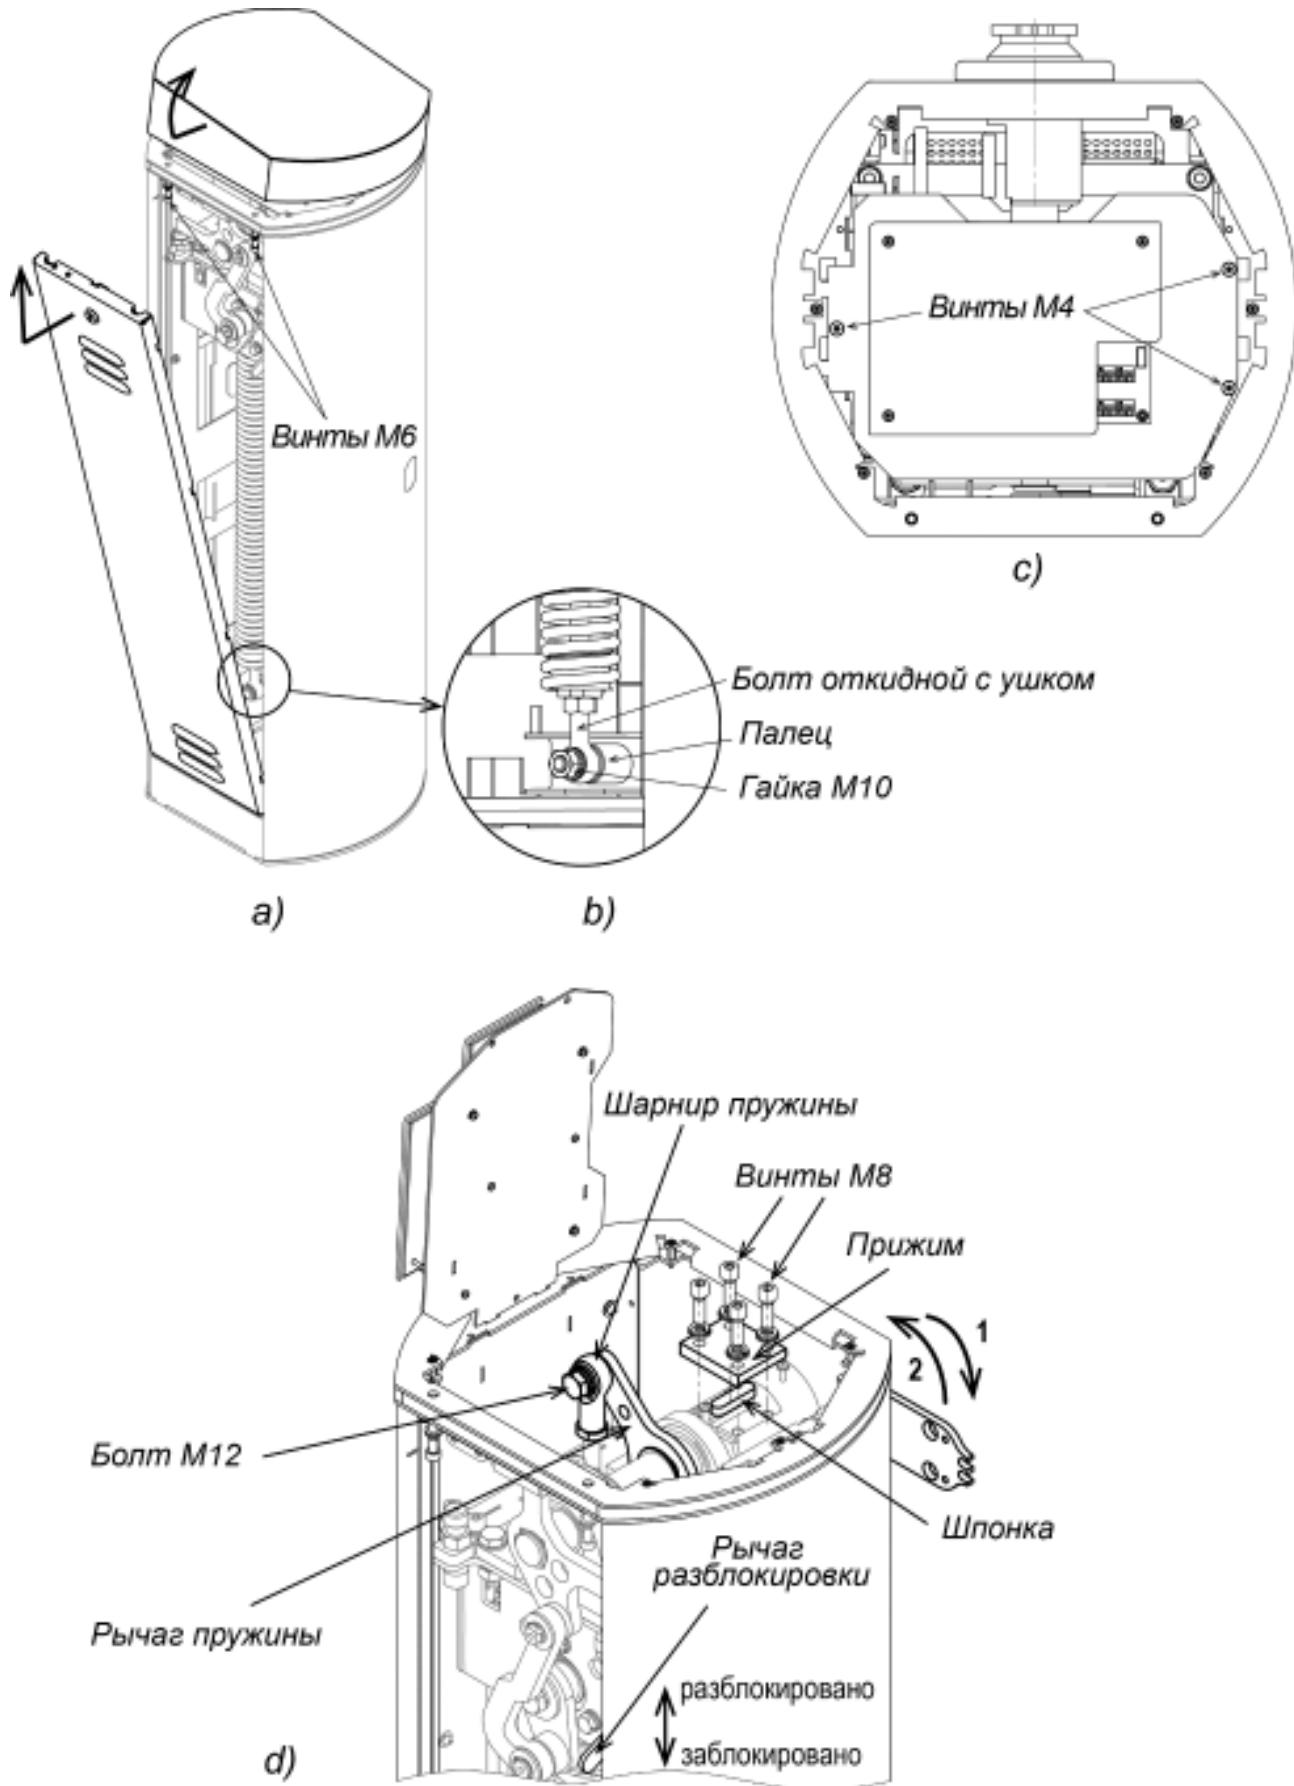

Рисунок 11. Порядок переустановки стрелы шлагбаума
1. Снимите дверцу, предварительно повернув ключ замка и открутите два винта M6, которые находятся снизу на верхней грани проема дверцы. Аккуратно, чтобы не повредить установленный внутри блок управления, снимите крышку, сдвинув ее за передний край на себя и затем подняв его вверх (см. рис. 11а).
3. Открутите гайку M10 и снимите пружину с пальца. Открутите вторую гайку, расположенную с обратной стороны кронштейна корпуса, и снимите палец (см. рис. 11б).
4. Открутите три винта M4 и поверните пластину с блоком управления на 90 градусов вверх (см. рис. 11с).
5. Разблокируйте шлагбаум, переместив рукоятку разблокировки вверх, и поверните кронштейн стрелы против часовой стрелки на 90°. Заблокируйте шлагбаум (см. рис. 11д).
6. Открутите болт M12 и снимите пружину с рычага на механизме (см. рис. 11д).
7. Открутите четыре винта M8 (для удобства используйте Г-образный инбусовый ключ SW6), снимите прижим и извлеките шпонку. После чего поверните кронштейн стрелы по часовой стрелке в исходное состояние на 90 градусов и установите шпонку во второй паз на валу механизма (см. рис. 11д).